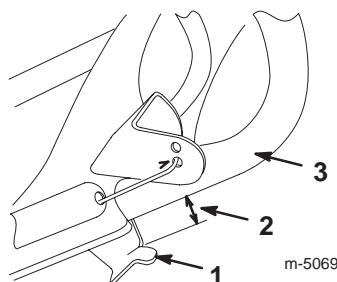
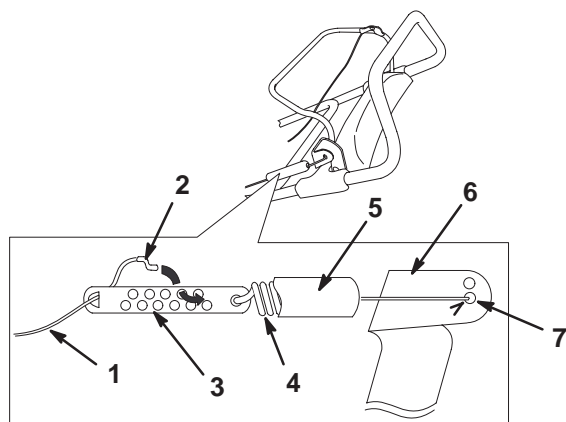

Bild 9
Bild 10
3. Stellen Sie sicher, dass ein Abstand von 3 bis 6 mm zwischen dem Steuerstangenprofil und dem Griff vorhanden ist (siehe Bild 9).
1. Entfernen Sie das Federende von der Öffnung in der Mitte des Schaltstangenprofils (siehe Bild 10).
3. Entfernen Sie das Z-Teil von der Zügeinstellung (Bild 10) ab und positionieren Sie das Z-Teil in einem höheren oder tieferen Loch der Einstellung, um den korrekten Abstand von 3 – 6 mm zwischen dem Schaltstangenprofil und dem Griff herbeizuführen (Bild 9).
5. Bringen Sie das Federende in der Öffnung in der Mitte des Steuerstangenprofils an (siehe Bild 10).
Hinweis: Der Antriebsriemen wird nach längerem Einsatz abgenutzt und verliert seine korrekte Spannung. Eine unsachgemäße Riemenspannung führt zum Rutschen des Riemens und zur Reduktion der Fräsenleistung bei starker Beanspruchung. Es kann nach zwei bis drei normalen Arbeitseinsätzen (10 bis 15 Betriebsstunden) zum Riemenschlupf kommen. Wenn der Antriebsriemen bei einer schweren Last zu locker ist (ständig quietscht), erhöhen Sie die Spannung des Riemens, indem Sie das Federende in der anderen Öffnung am Steuerstangenprofil anbringen (siehe Bild 10). Stellen Sie den Abstand zwischen Steuerstangenprofil und Griff auf 3 bis 6 mm ein.